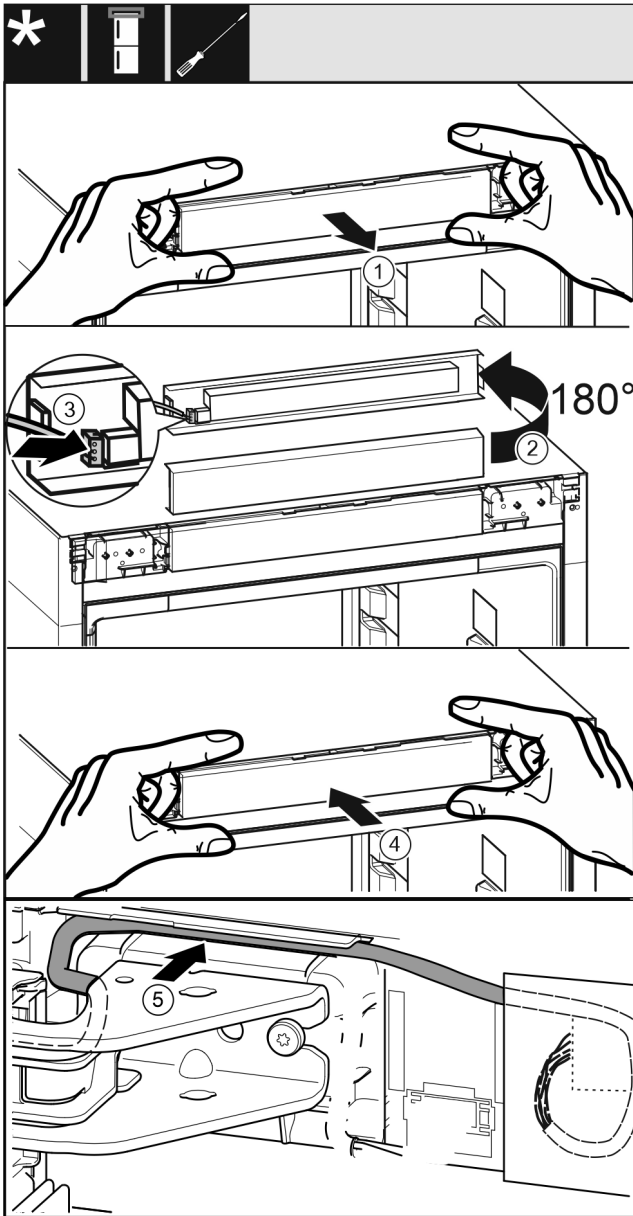

Fig. 43
- ▶ Осторожно извлеките фальшпанель. Fig. 43 (1)
- ▶ Поверните элемент вверх на 180°. Fig. 43 (2)
- ▶ Зафиксируйте штекер на фальшпанели. Fig. 43 (3)
- ▶ Снова зафиксируйте фальшпанель на устройстве. Fig. 43 (4)
- ▶ Осторожно проложите серый кабель в направляющей над верхним опорным кронштейном. Fig. 43 (5)